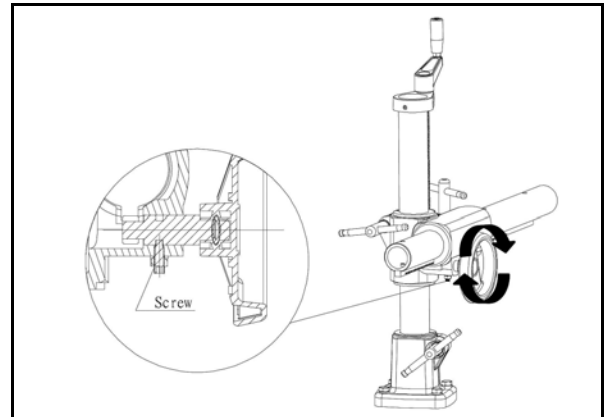

Abb. 8: Montage des Ständers
Schritt 5: Führung befestigen und Handrad mehrmals drehen, um Leichtgängigkeit zu prüfen (Abb. 8).